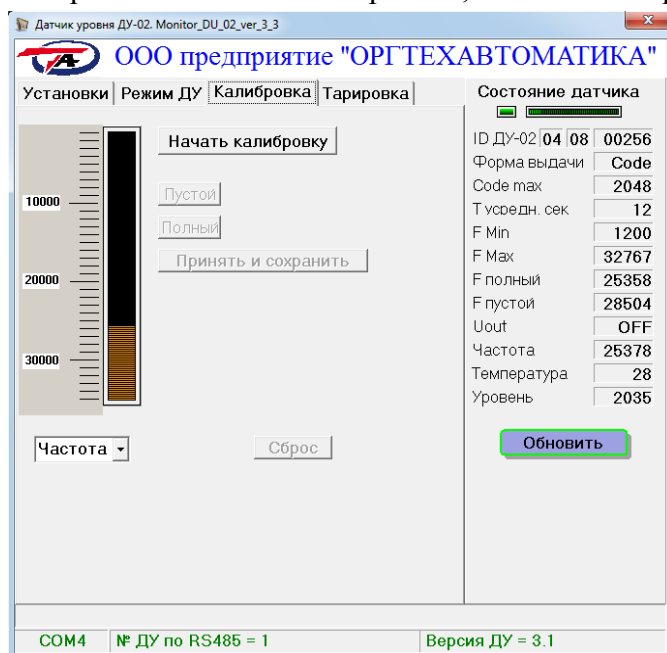

Рис. 3 Окно ПО «Калибровка»
2.2.1 Выбрать в мониторе режим работы «Калибровка». На мониторе ПЭВМ должно отобразиться окно «Калибровка», показанное на рис. 3.
Кнопку «Отмена» нажимать только в случае возникновения необходимости проведения повторной калибровки или отказе от выполнения калибровки. По нажатию кнопки «Отмена» результаты калибровки аннулируются и на экране ПЭВМ должно отобразиться окно, показанное на рис. 3.